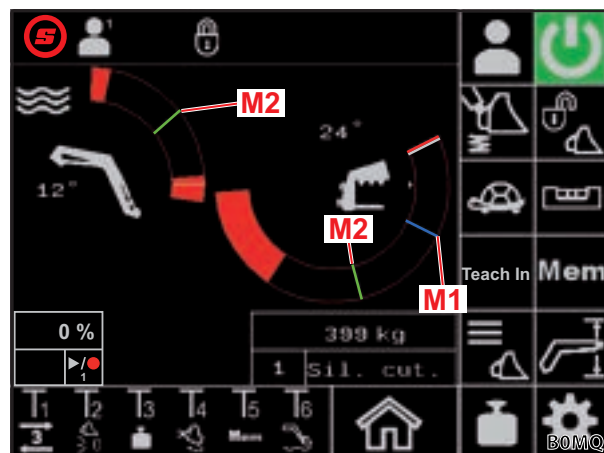

Fig. 19 Representación de las posiciones de memoria M1 y M2 en la página principal
- (1) Pulsar la softkey  (para brazo oscilante) y/o  (para implemento).
- (2) Colocar el brazo oscilante y/o implemento en la posición deseada.
- (3) Pulsar la softkey .
- ✓ Se aplicará la posición actual como M1. En la página principal se representa M1 con una línea azul en el área de trabajo del brazo oscilante o del implemento (véase Fig. 19).
- ✓ Se aplicará la posición actual como M2. En la página principal se representa M2 con una línea verde en el área de trabajo del brazo oscilante o del implemento (véase Fig. 19).